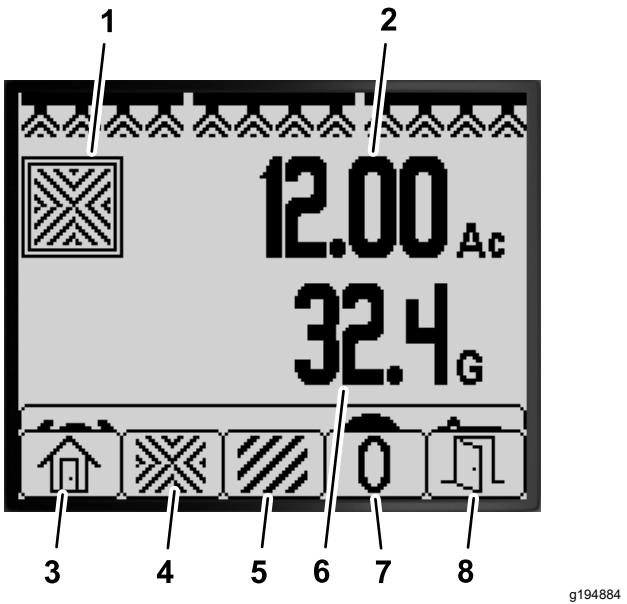

Рисунок 76
1. На главном экране кратковременно нажмите и удерживайте любую кнопку, чтобы открыть строку меню (Рисунок 75 и Рисунок 76).
2. Нажмите кнопку 2, чтобы открыть экран Total Area (Общая площадь) (Рисунок 76).
3. Используйте кнопки инфо-центра (Рисунок 76) для выполнения следующих действий: